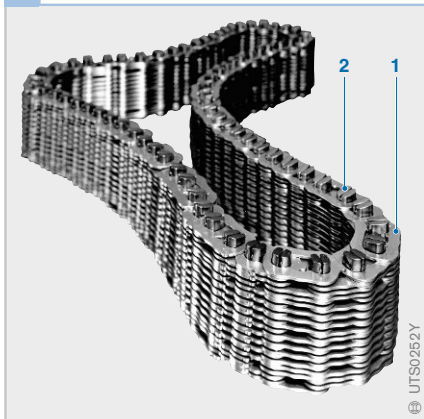

Bild 13
Die Kette (Bild 13) besteht aus 1025 Laschen mit je 13...14 Kettengliedern. Wiegestücke (auch Querstifte oder Pins genannt) mit einer Breite von 37 mm und einem Neigungswinkel von 11° verbinden die Laschen (1) miteinander. Die Wiegestücke (2) drücken mit ihren Stirnseiten gegen die Kegelflächen im Variator.